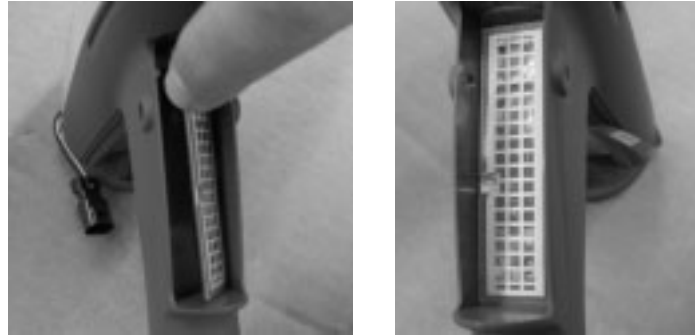

Abbildung 6-11 Installation des Auslöserschalters – Schritt 4
4. Siehe Abbildung 6-11. Die Trägerfolie vom Schalter ablösen.